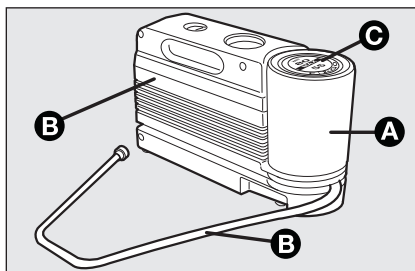

fig. 11
Le kit **fig. 11** comprend:
- un compresseur **D-fig. 11** avec manomètre et raccords, se trouvant dans le compartiment;